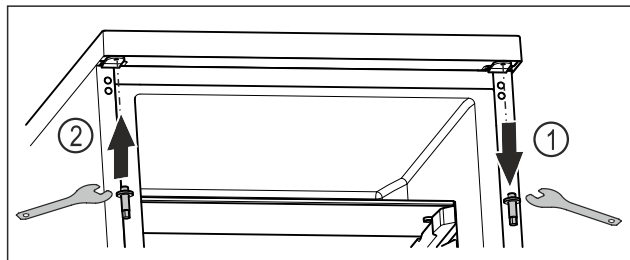

Fig. 20
- Отвийте горния болт с външен шесткантов ключ. Fig. 20 (1)
- Затегнете болта от другата страна с помощта на външния шесткантов ключ. Fig. 20 (2)